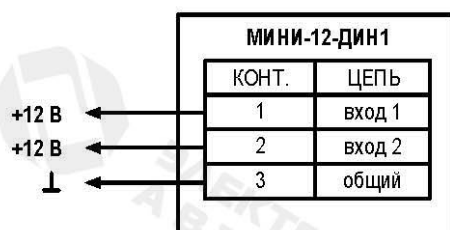

Рис.1. Схема подключения.
- 3.2. Подключение изделия должно выполняться в соответствии со схемой (рис.1.).